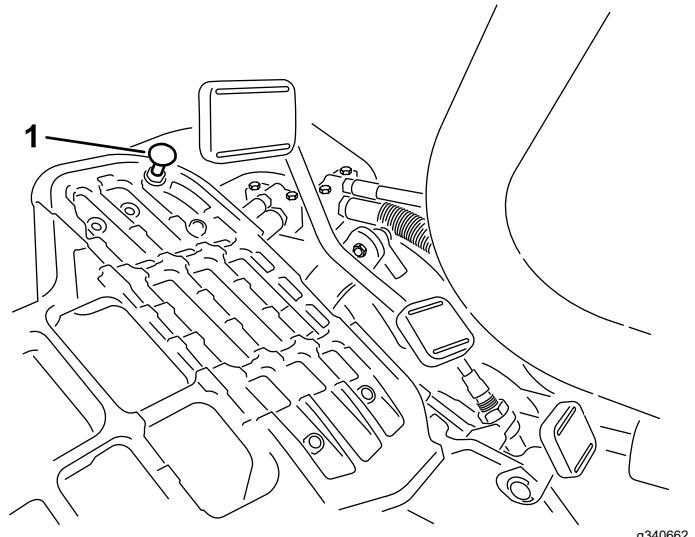

Bild 39
Stellen Sie den Funktionsschalthebel in die TRANSPORT-Stellung und treten Sie auf das Fahrpedal, um die maximale Transportgeschwindigkeit zu erreichen. Wenn das Pedal den Anschlag erreicht (**Bild 39**), bevor das Kabel gespannt ist, führen Sie folgende Einstellungsschritte aus:
1. Stellen Sie den Funktionsschalthebel in die TRANSPORT-Stellung lösen Sie die Sicherungsmutter, mit der der Pedalanschlag an der Bodenplatte befestigt ist (**Bild 39**).